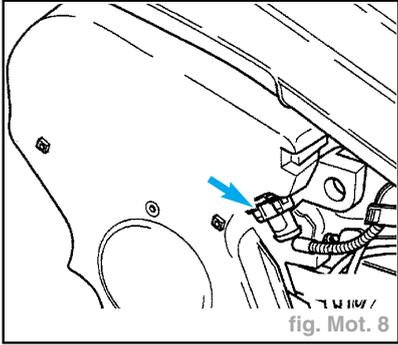

fig. Mot. 8
- Débrancher la fiche du raccordement du transmetteur de hall (G40) (flèche) (fig. Mot. 8).